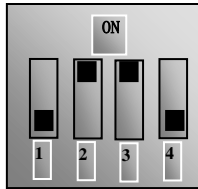

图 4-5
- (6) 对于 EP66 系列 18.5kW 及以上功率变频器控制端子排附近有一个四位红色拨码开关 SW1，如图 4-5 所示。拨码开关选择模拟量输入端子 AI1、AI2 输入范围 (0~5V/0~10V/0~20mA)；通过 F203 选择输入通道，通过 F438、F439 设置输入信号类型为电压信号还是电流信号。出厂时拨码开关的位置如图 4-5，即 AI1 为 0~10V 输入，AI2 为 0~20mA 输入；其它拨码开关的位置与调速方式详见下表 4-3。